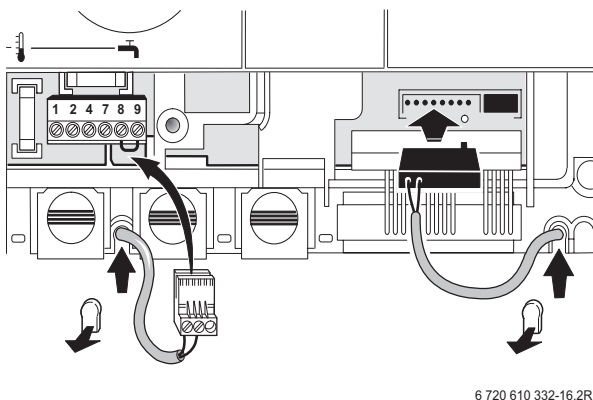

Fig. 18
- ▶ Utilizzare il sensore dell'acqua calda sanitaria, codice ordine 8 714 500 034 (sensore Ø 6 mm, Fig. 18)